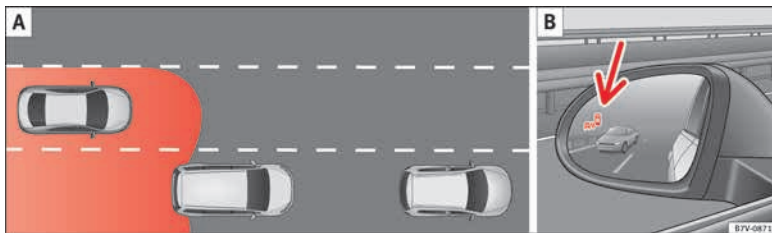

Abb. 223 Schematische Darstellung: **A** Überholvorgang mit Verkehr im hinteren Bereich. **B** Anzeige des Blind-Spot-Assistenten im Außenspiegel links.
In nachfolgenden Situationen erfolgt im Außenspiegel eine Anzeige »» **Abb. 223 B** (Pfeil) oder »» **Abb. 224 B** (Pfeil):
- Bei einer Überholung durch ein anderes Fahrzeug »» **Abb. 223 A**.